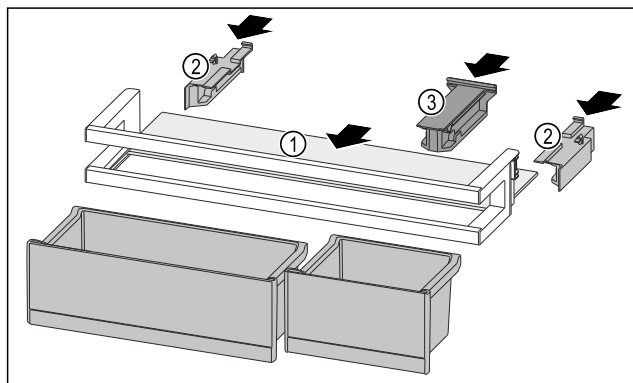

Fig. 211
- ▶ Umetnite policu Fig. 211 (1) u bočna udubljenja.
- ▶ Umetnite bočne dijelove Fig. 211 (2).
- ▶ Umetnite pridržni dio Fig. 211 (3).